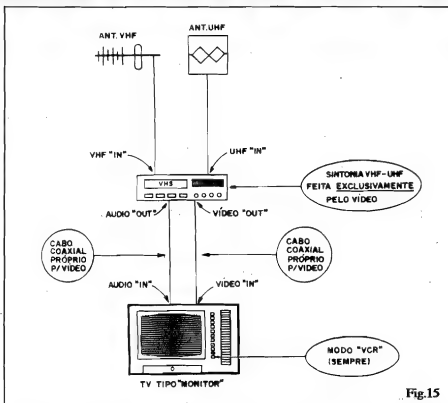

Fig.15
- FIG. 15 - Qualquer "link" de sinal de alta frequência (VHF ou UHF) via cabo, é sempre um "ponto frágil" nos sistemas de recepção, devido à possibilidade de captações, descasamentos, interferências, "reverberações" do sinal dentro da própria cabagem, etc. Assim, quando for possível conduzir os sinais **já processados**, decodificados, e elevados em nível, devemos optar por esse sistema, que permite transferência de sinal com qualidade **muito superior**... Muitos dos receptores de TV mais modernos já são dotados de **entradas específicas** para sinais processados de **ÁUDIO e VÍDEO** (via dois **jaques RCA**, normalmente localizados próximos às entradas "normais" de antena (VHF-UHF). Se o Leitor tem um televisor desse tipo, as coisas ficam extremamente simples (e os resultados finais ainda melhores...), desde que também possua um vídeo-cassete. A figura ilustra as conexões a serem feitas: os cabos provenientes das antenas de VHF
No arranjo sugerido na fig. 15, é importante que a TV seja **sempre** chaveada para funcionamento como "MONITOR", ou que a tecla "VCR" ou "VÍDEO" seja mantida apertada, junto ao seletor ou teclada da TV. Toda a sintonia (VHF ou UHF) passa a ser feita exclusi-
vamente pelo VCR que, obviamente, só permitirá o funcionamento do sistema, quando estiver **ligado**. As modernas tendências dos fabricantes inclusive na direção de "standardizar" as inter-conexões (sistema de antenas/VCR/TV), levam a - num futuro próximo - praticamente **obrigar** as conexões a serem feitas como na fig. 15.